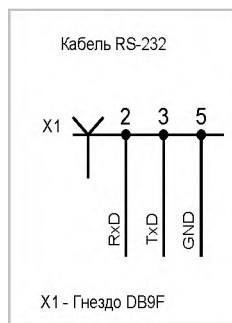

Рисунок 5
1) Подключите адаптер к компьютеру кабелем (кабель в комплект поставки не входит, схема кабеля приведена на рис. 5): контакт 2 гнезда X1 кабеля (цепь «RxD») должен быть подключен к контакту «TxD» зажима «RS-232» платы адаптера, контакт 3 гнезда X1 кабеля (цепь «TxD») – к контакту «RxD» зажима «RS-232» платы, контакт 5 гнезда X1 кабеля (цепь «GND»)– к контакту «GND» платы.